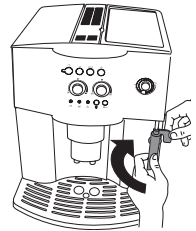

Figure 22
- D'une main, tenez la poignée du mousse-lait et, de l'autre main, dévissez le mousse-lait en le tournant dans le sens des aiguilles d'une montre puis tirez-le vers le bas. (Figure 22)